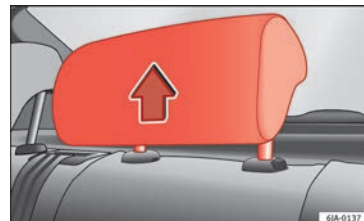

Bild 74 Nackskydd i korrekt läge
- Tre lägen för **användning** » **bild 74**. I dessa lägen används nackskydden normalt och skyddar tillsammans med säkerhetsbältena passagerarna i baksätet.